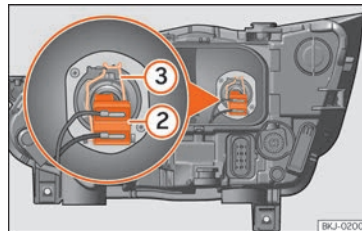

Abb. 103 Im Motorraum: Glühlampe Abblendlicht.
- Ziehen Sie den Stecker von der Lampe » Abb. 103 **2** ab.
- Nehmen Sie die Haltefeder » Abb. 103 **3** durch Eindrücken und Rechtsdrehung ab.